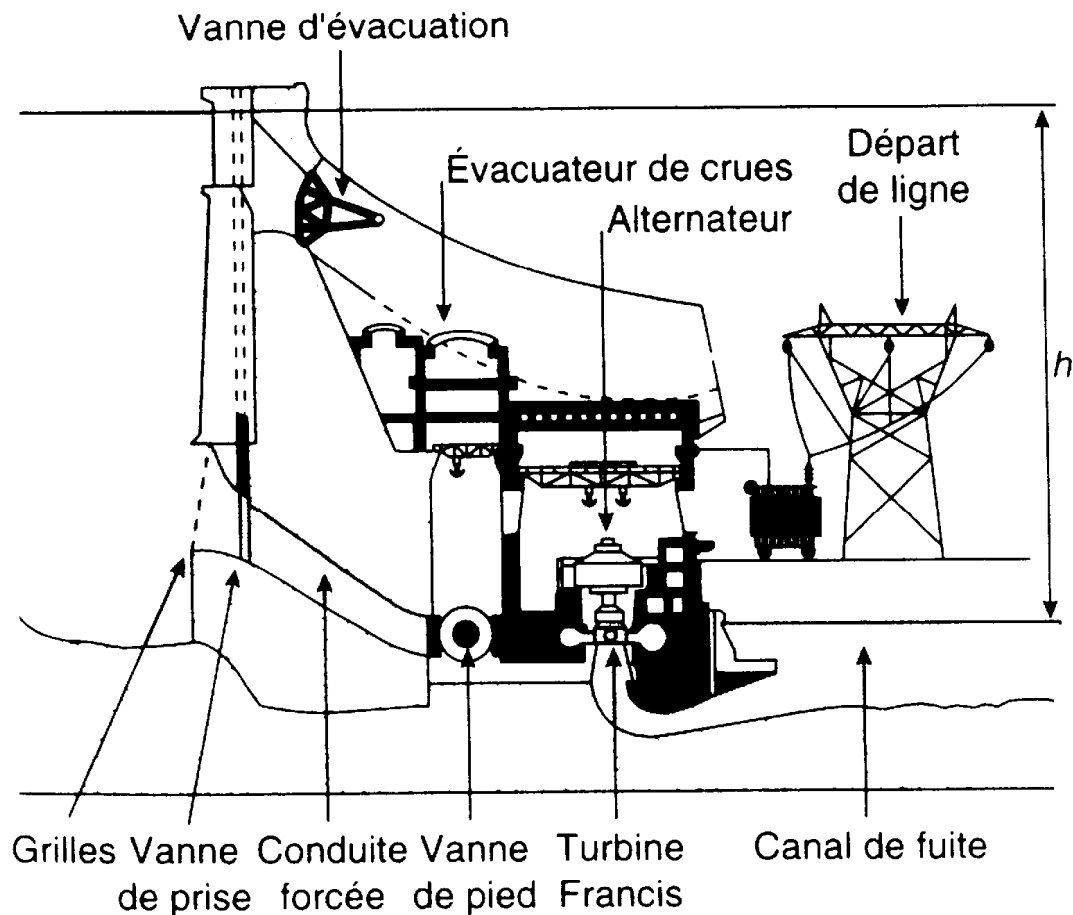

Fig. 14
5.2. Centrales de moyennes chutes (Fig. 14) :